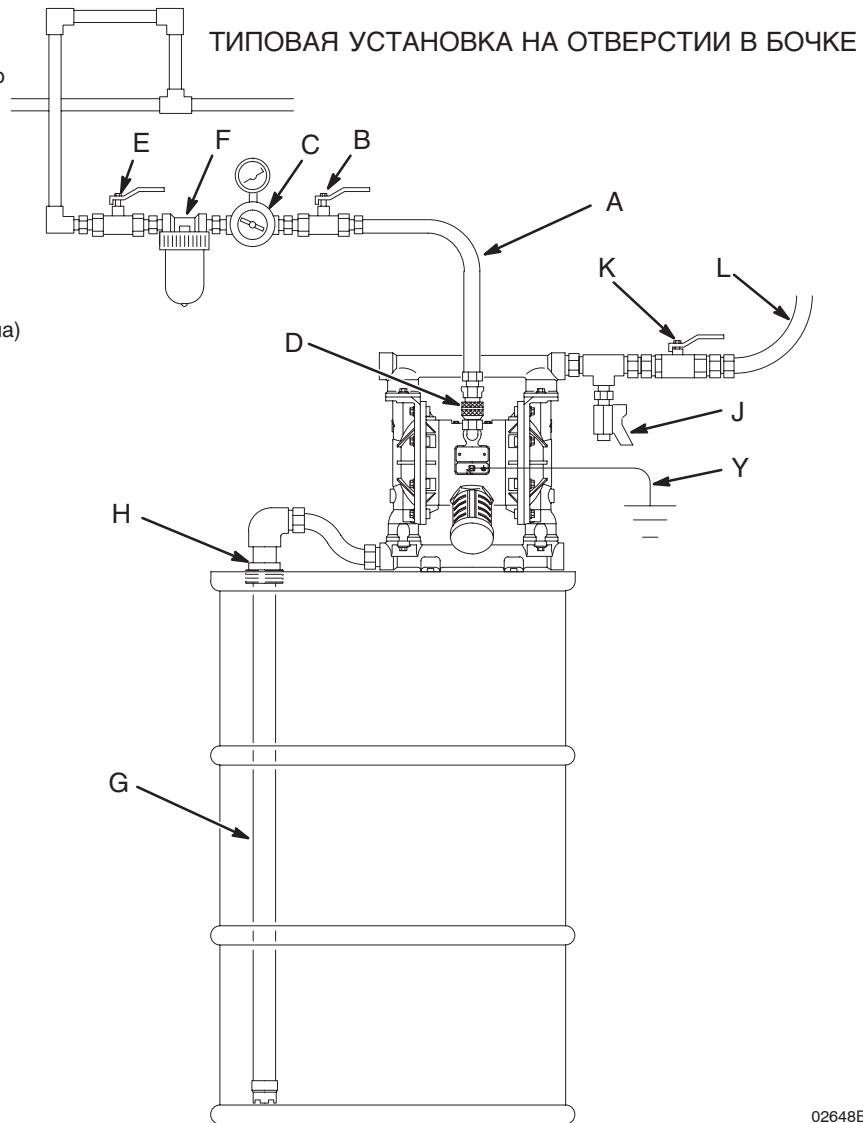
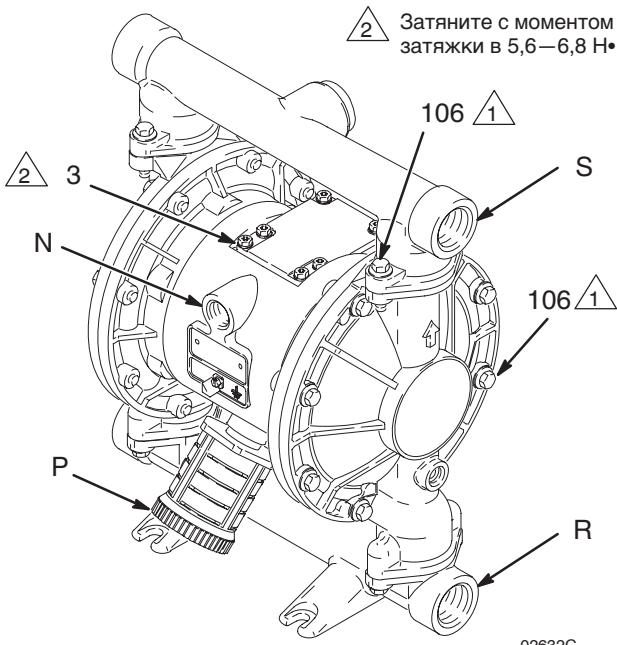

Рис. 2
Рис. 5
- Типовые установки, показанные на рис. 2–4, представляют собой лишь примеры для выбора и монтажа компонентов системы. Обращайтесь к своему дистрибутору от фирмы Graco за поддержкой в разработке отвечающей Вашим требованиям системы.
1. Установите принадлежности воздушной линии, как показано на рис. 2—4 на стр. 6 и 8. Установите эти принадлежности на стене или на кронштейне. Проверьте, что запитывающая эти принадлежности воздушная линия заземлена.
- a. Установите регулятор подачи воздуха (C) и манометр для контроля давления жидкости. Давление жидкости на выходе должно быть одинаковым с установкой на регуляторе подачи воздуха.
- b. Расположите один главный воздушный кран стравливающего типа (B) близи насоса и используйте его для стравливания захваченного воздуха. Смотрите пункт **ПРЕДУПРЕЖДЕНИЕ**, приведенный выше. Расположите другой главный воздушный кран (E) выше по потоку от всех принадлежностей воздушной линии и используйте его для их отключения во время очистки и ремонта.
- c. Фильтр воздушной линии (F) задерживает вредные частицы грязи и влаги в подаваемом сжатом воздухе.
2. Установите заземленный гибкий воздушный шланг (A) между принадлежностями и впускным воздушным 1/2 нрт(f)-патрубком насоса (N). См. рис. 5. Используйте воздушный шланг с минимальным внутренним диаметром 9,5 мм (3/8 дюйма). Накрутите быстроразъемный соединитель воздушной линии (D) на конец воздушного шланга (A), и вкрутите сопряженный фитинг в впускной воздушный патрубок насоса без затяжки. Не подсоединяйте соединитель (D) к фитингу до тех пор, пока Вы не будете готовы к эксплуатации насоса.
1. Используйте заземленные шланги для жидкости. Размер впускного патрубка насоса для жидкости (R) составляет 1 дюйм нрт(f). См. рис. 5. Плотно вкрутите фитинг для жидкости в выпускной патрубок насоса.
- Используйте заземленные шланги для жидкости (L). Размер выпускного патрубка насоса для жидкости (S) составляет 1 дюйм npt(f). См. рис. 5. Плотно вкрутите фитинг для жидкости в выпускной патрубок насоса.
- Установите кран слива жидкости (J) вблизи выпускного патрубка для жидкости. Смотрите пункт **ПРЕДУПРЕЖДЕНИЕ**, приведенный выше, и рис. 2–4 на стр. 6 и 8.
- Установите запорный клапан (K) в выпускной линии для жидкости.
ПОЯСНЕНИЯ ДЛЯ РИС. 2
На насосах из алюминия, впускной и выпускной коллекторы для жидкости снабжены портами с резьбой на обоих концах. Насос поставляется с заглушкой, установленной на каждом конце коллектора, и с открытым противоположным концом. См. рис. 5. Для изменения ориентации впускного и/или выпускного порта снимите заглушку на одном конце коллектора и установите ее на противоположном конце.